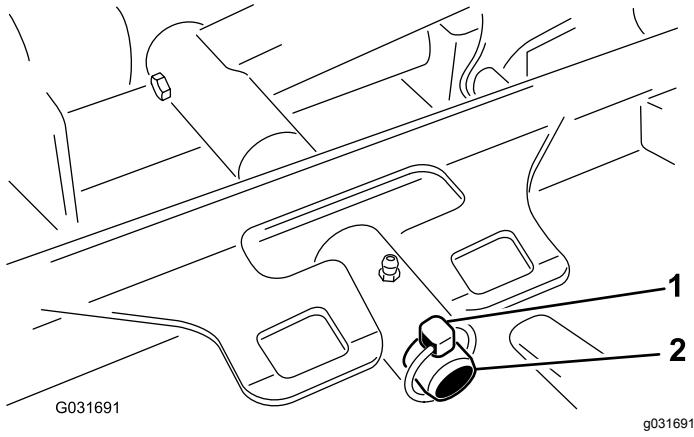

Bild 91
3. Entfernen Sie den Klappstecker, mit dem der Trägerrahmen des Mähwerks am Lagerbolzen des Hubarms befestigt ist (Bild 91).
3. Schieben Sie den Mähwerkträgerrahmen auf den Lagerbolzen des Hubarms und befestigen ihn mit dem Klappstecker (Bild 91).